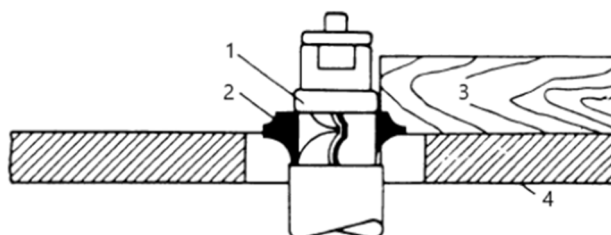

Figure 8
2. L'utilisation du collier au-dessus de la fraise, figure 8, offre l'avantage que la coupe n'est pas affectée par de légères variations d'épaisseur de la matière. Cependant, la coupure n'est pas visible pendant l'opération. Un autre avantage est que le soulèvement accidentel de la pièce à usiner ne risque pas de l'abîmer. Corrigez simplement l'erreur en répétant l'opération.